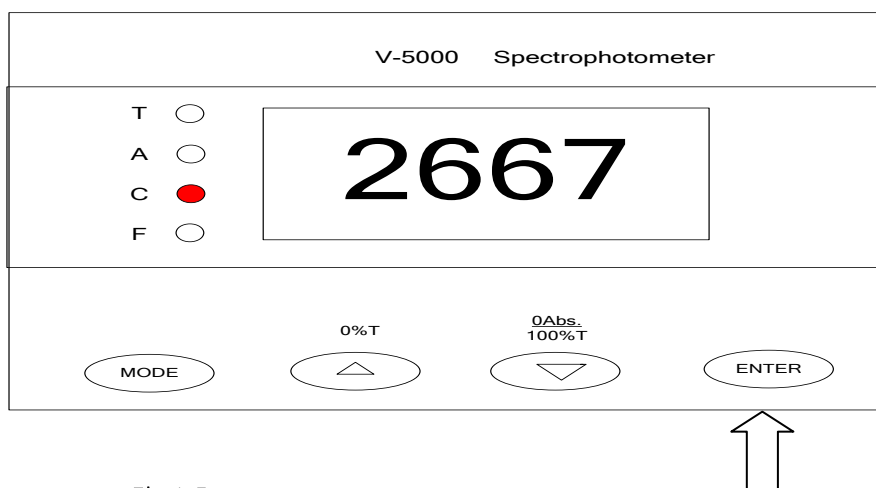

Fig.1-5
- En mode **F** pour confirmer la valeur actuelle de **F**, le Mode passe ensuite au mode **C** automatiquement, et la valeur de **C** sera calculée selon la formule ($C = F * A$). (Fig.1-5)